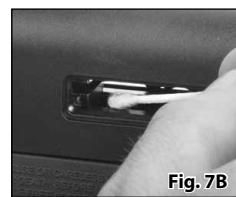

Fig. 7B
4. Tragen Sie mit einem Wattestäbchen Graphit-Molybdän-Fett auf die Bohrungsfächen des Gehäuses auf, in denen der Verschlussmechanismus gleitet, wie in Abbildung 7B dargestellt. CRC Industries Moly-Graph ist ein geeignetes Schmierfett für diese Anwendung. Führen Sie diesen Vorgang in Abständen von etwa 200 Schüssen durch. Es wird empfohlen, die Gummifüllung in der Schaftbacke zu entfernen, um Zugang zu den zu schmierenden Flächen zu erhalten.